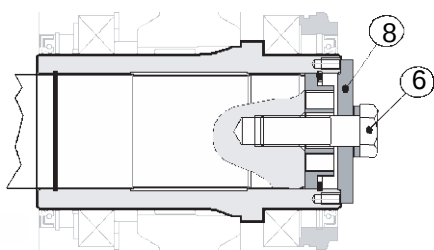

fig. 10
Sostituire la barra (pos. 4) con la vite (pos. 6), serrandola a fondo, applicando una forza come da tabella "coppie di serraggio" paragrafo 9.1, utilizzando inoltre un frena filetti medio; Piv Posiplan consiglia LOCTITE 601 (vedi fig. 10).